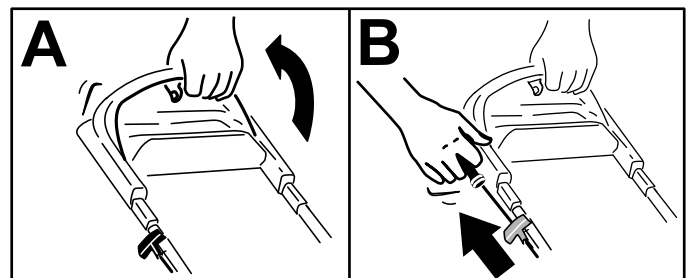

Figura 14
1. Sujete la barra de control de las cuchillas contra el manillar (Figura 14, A).
2. Tire suavemente del arrancador de retroceso hasta que note resistencia, luego tire con fuerza y deje que vuelva lentamente a la guía de cuerda del manillar (Figura 14, B)..